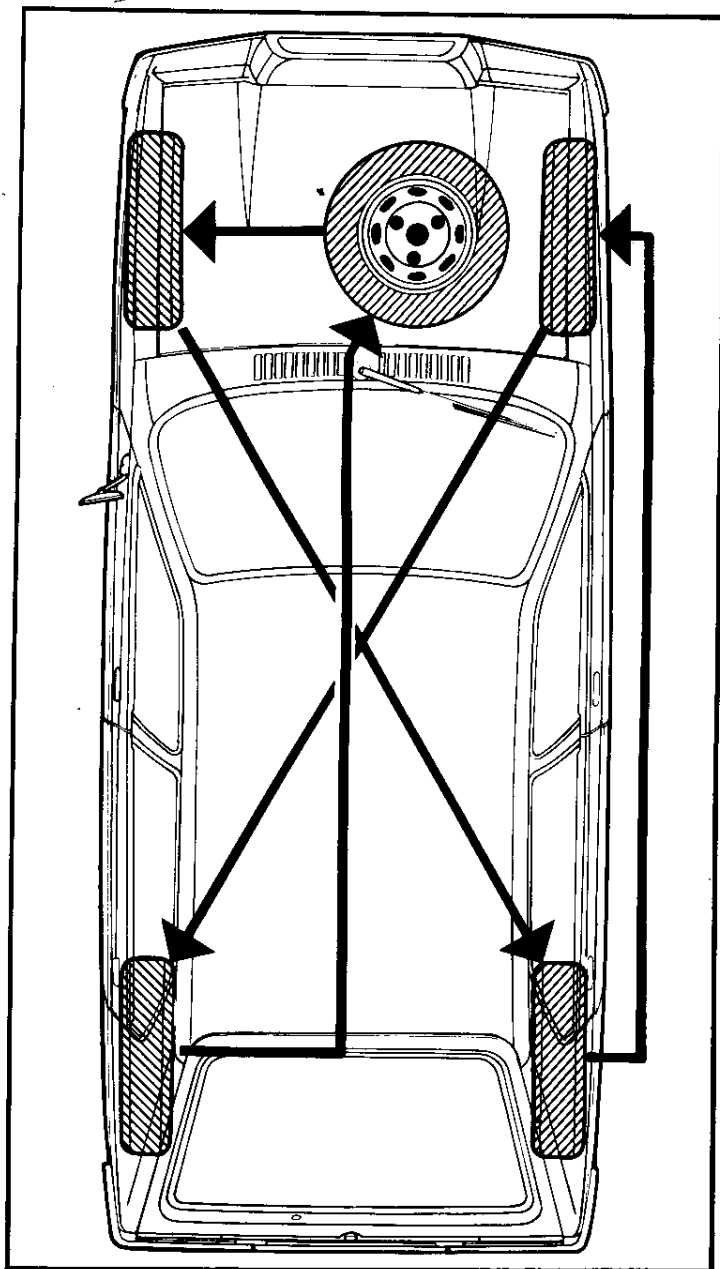

Fig. 30 - Permuta dei pneumatici
- ▶ La permuta in diagonale delle ruote deve essere abbastanza frequente affinché non vi sia asimmetria d'usura notevole fra i pneumatici. Uniformarsi allo schema della fig. 30, il quale prevede anche l'impiego della ruota di scorta.